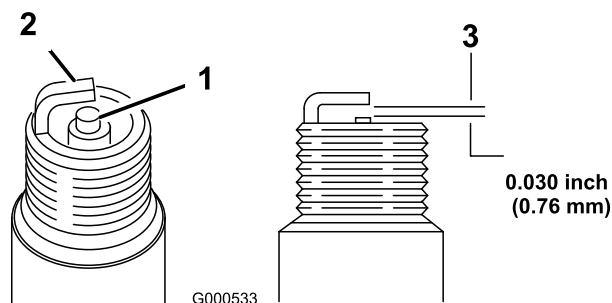

Figura 30
5. Setează distanța bujiei la 0,76 mm; consultați Figura 30.